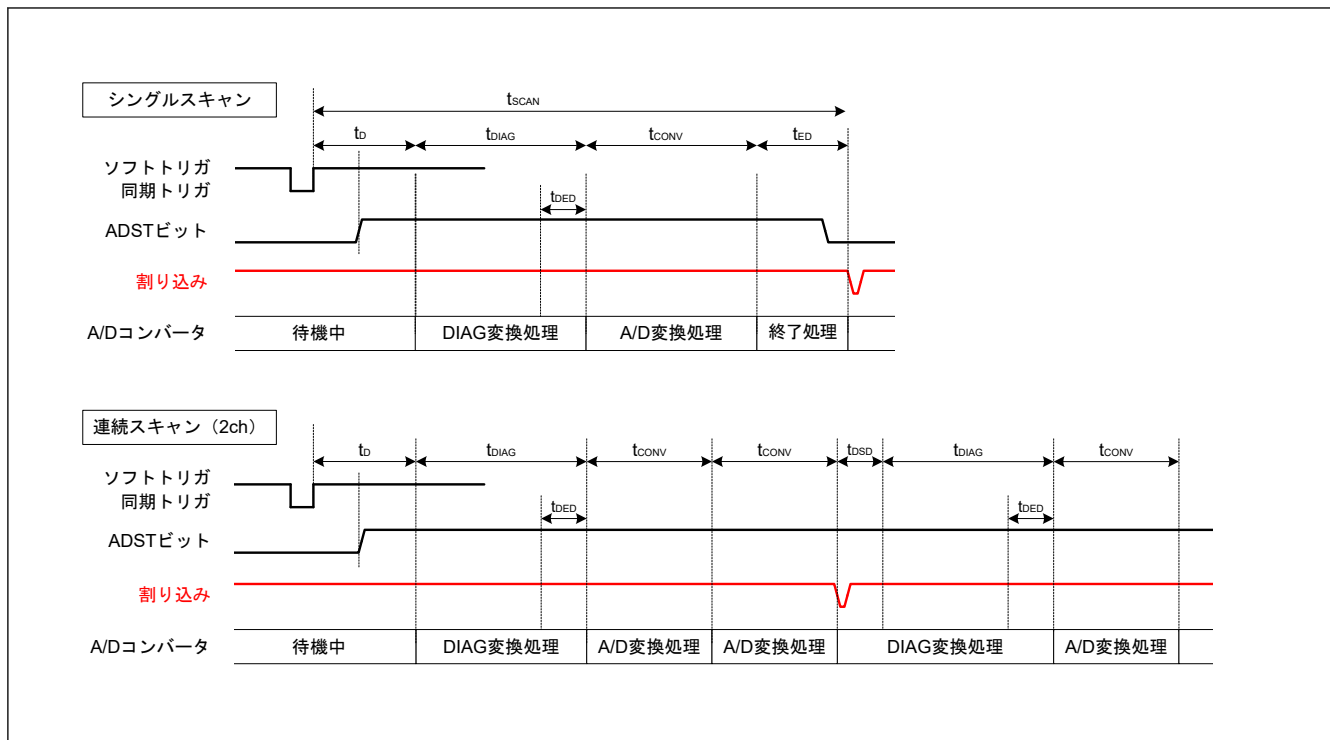
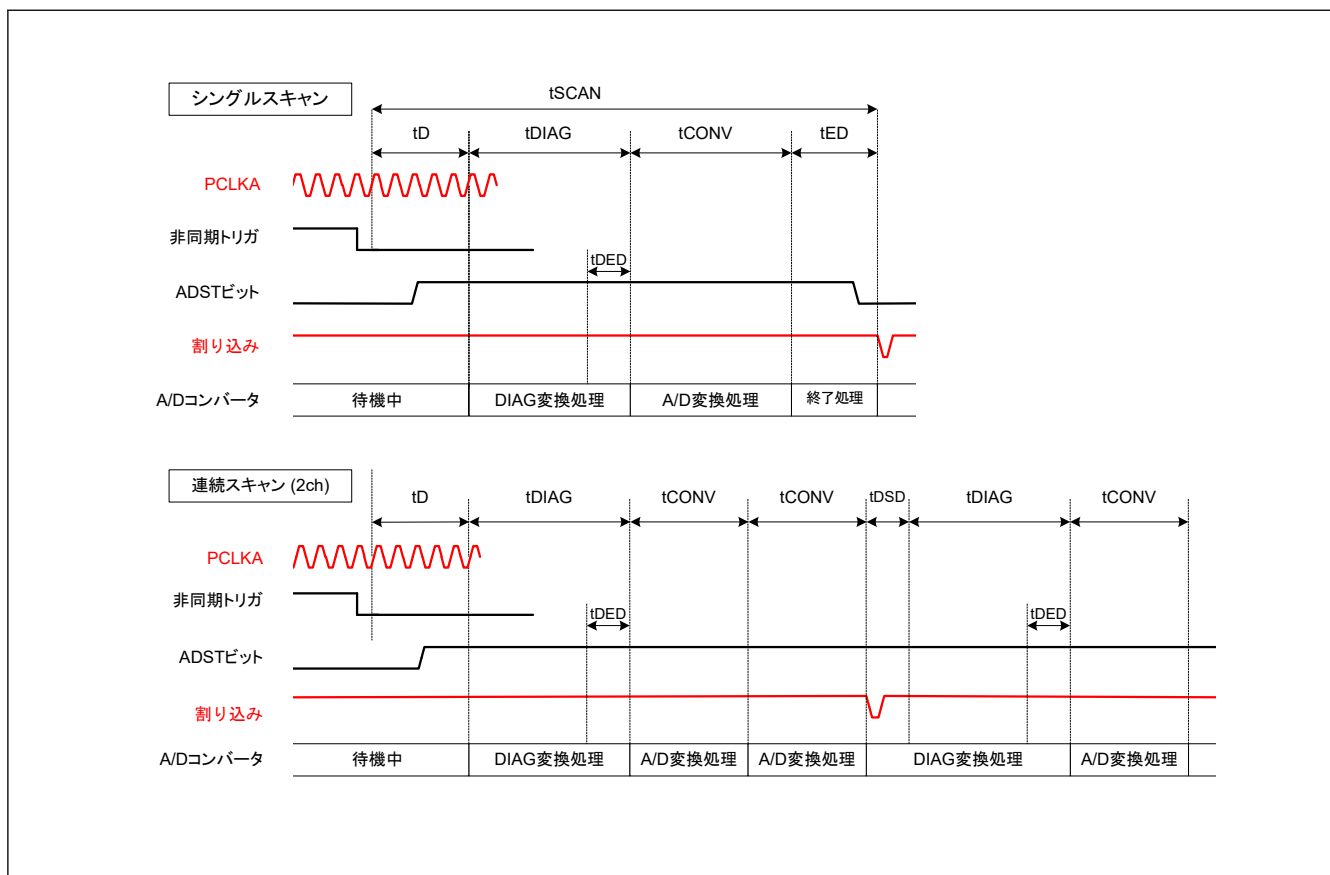

図 35.26 スキャン変換のタイミング (ソフトウェア起動または同期トリガ入力 (ELC) 起動の場合)
図 35.27 スキャン変換のタイミング (非同期トリガ入力 (ADTRG0) 起動の場合)
図 35.26 に、ソフトウェアトリガまたは同期トリガ (ELC) 起動によりスキャン変換を行う場合のタイミングを示します。また、図 35.27 に、非同期トリガ (ADTRG0) 起動によるスキャン変換を行う場合のタイミングを示します。スキャン変換時間 (t_{SCAN}) はスキャン変換開始遅延時間 (t_D)、断線検出アシスト処理時間 (t_{DIS})^(注1)、自己診断変換時間 (t_{DIAG} および t_{DSD})^(注2)、A/D 変換処理時間 (t_{CONV})、スキャン変換終了遅延時間 (t_{ED}) を含めた時間となります。
- 注 1. t_D, t_{DIAG}, t_{CONV}, t_{ED} の各タイミングについては、図 35.26 および 図 35.27 を参照してください。